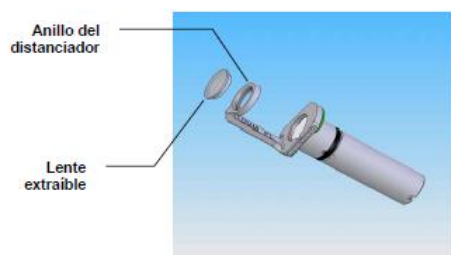

Figura 6.7: Lente del distanciador PL
3. La lente concavoconvexa se mantiene en el anillo del distanciador mediante una junta tórica. Extraiga la lente que va a limpiar sujetándola por los bordes y tirando en línea recta hacia afuera (figura 6.7).